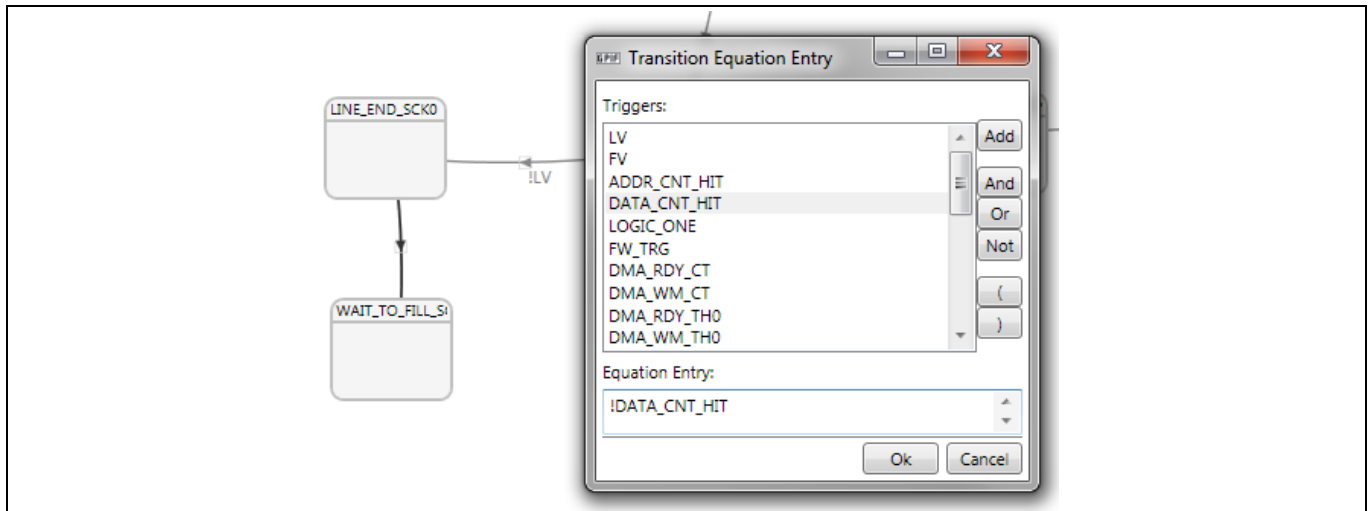

Figure 35 DATA_CNT_HIT はカウンターがそのプログラムされた限界値に達したことを示す
- 28. **Figure 35** に示すように、遷移方程式 「(not DATA_CNT_HIT)」を使って LINE_END_SCK0 ステートから WAIT_TO_FILL_SCK0 ステートへの遷移を作成します。